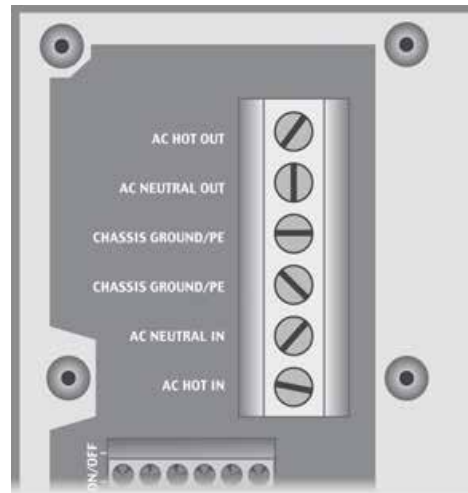

Figure 28 Bornes CA
4. En utilisant un VMN ou un voltmètre, vérifiez que la tension est de 230 V ca (ou de la valeur appropriée) entre les bornes AC HOT OUT et AC NEUTRAL OUT. (Voir la Figure 28 pour les bornes CA.) L'onduleur fonctionne correctement si la sortie CA indique une valeur dans la limite de 10 % de 230 V ca ou de la tension de sortie programmée.